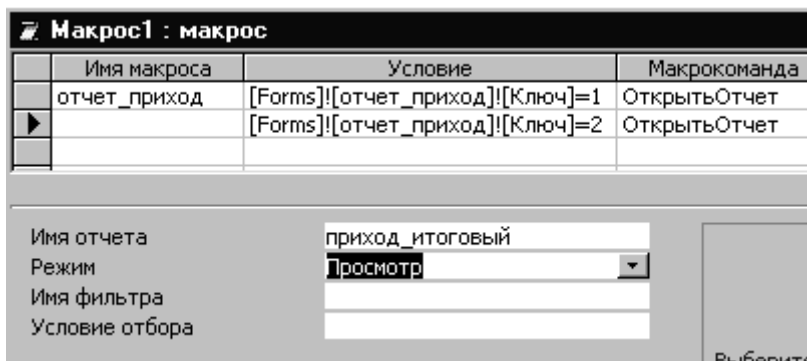

Рис. 90. Макрос «отчет_приход»
7.3. Макросы. Нам предстоит использовать новый объект Microsoft Access – макрос, то есть структурированное описание одного или нескольких действий, которые должно выполнить приложение Access в ответ на определенное событие. Макрос строится из макрокоманд. Microsoft Access предоставляет в распоряжение пользователя свыше 40 макрокоманд, охватывающих большой набор стандартных действий, таких как открытие таблиц, форм, выполнение запросов, выбор пунктов меню и так далее. Войдем в раздел «Макросы» и нажмем кнопку «Создать». Откроется окно макросов в виде таблицы в две колонки: «Макрокоманда» и «Примечание». Их названия говорят сами за себя. Добавим в таблицу еще две колонки, воспользовавшись пунктами меню «**Вид → Имена макросов**» и «**Вид → Условия**». В первой строке первой колонки зададим имя макроса: «отчет_приход». Макрос, который мы хотим создать, должен запускаться из формы «отчет_приход». В зависимости от значения элемента управления, которому мы в предыдущем пункте дали имя «Ключ», макрос должен выдавать тот или иной отчет. В столбце «Условия» введем условие вывода первого отчета: «`[Forms]![отчет_приход]![Ключ]=1`». Обратите внимание, первый отчет формируется, если значение объекта с именем «Ключ» равно 1. Чтобы сослаться на этот объект, недостаточно его имени, так как в разных формах могут встречаться одноименные элементы управления. Поэтому в условии мы указываем, что объект принадлежит форме, даем название формы и уже потом имя объекта. В столбце «Макрокоманда» разворачиваем меню и выбираем макрокоманду «ОткрытьОтчет». В нижней части окна макросов слева расположена таблица аргументов макрокоманд. Здесь мы задаем имя отчета «приход_подробный» и режим «Просмотр». Аналогично оформим строку для второго отчета (рис. 90). При желании в столбце «Примечание» можно указать, какие действия вызывают заданные макрокоманды. Сохраним макрос под именем «Макрос1» и вернемся в раздел «Формы». Откроем в режиме конструктора форму «отчет_приход», на панели элементов отожмем «Кнопку мастера» (рис. 15), чтобы отключить «Мастера по созданию элементов управления».